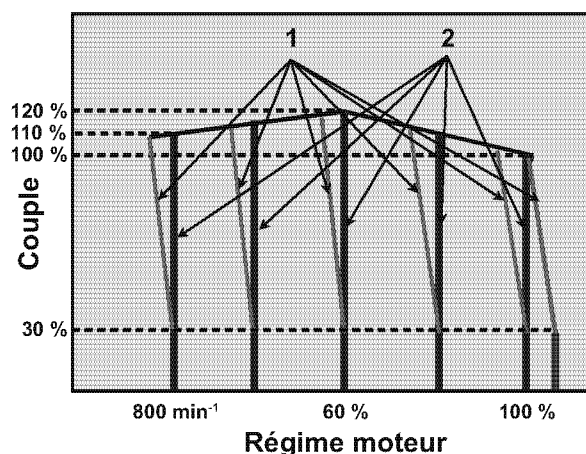

Figure 11
Figure 11 montre les courbes caractéristiques du régime moteur indiquant la relation entre le régime et la charge du moteur.
Les moteurs de série VM pour une utilisation générale ont été conçus afin que le régime moteur soit réduit d'un certain pourcentage d'une charge de 30 % à une pleine charge nominale. Voir les courbes (1) dans la **Figure 11** ci-dessous. Le même pourcentage de charge est maintenu à tout régime de rotation à vide.
La série CL comporte des moteurs à conception isochrone, dont le régime est maintenu constant de leur rotation à vide à leur pleine charge nominale. Voir les courbes (2) dans la **Figure 11** ci-dessous.